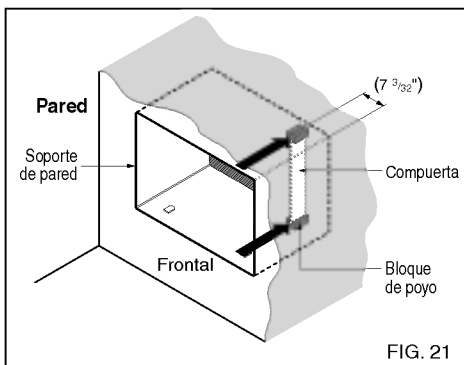

FIG. 21
- 6** Retire el envoltorio de los bloques de apoyo y únalos al interior del soporte de pared como muestra la FIG. 21. Deslice la compuerta dentro de las ranuras en los bloques de apoyo.